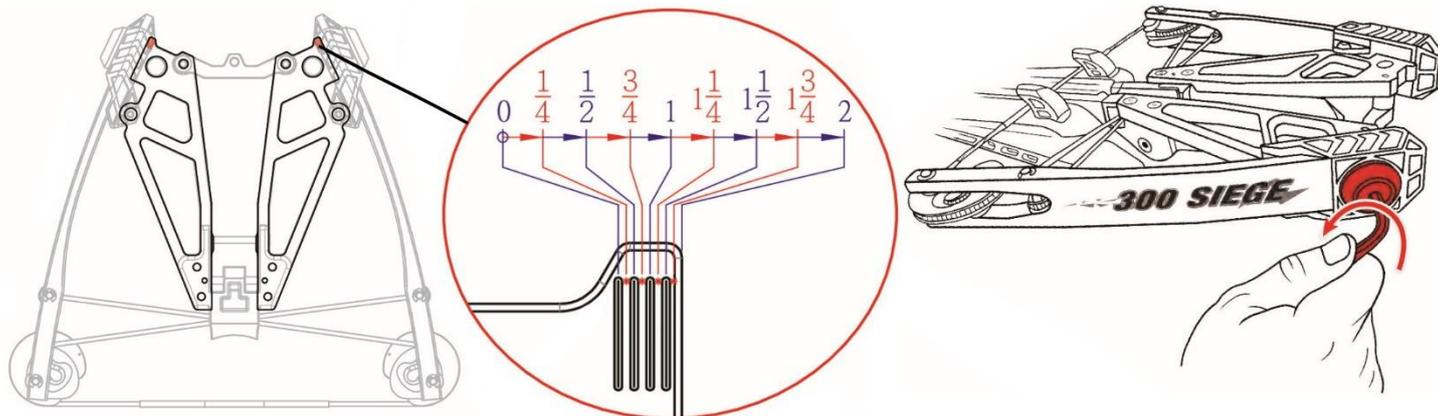

Рис.15
Регулировка усилия натяжения осуществляется с помощью раскручивания специальных болтов, которые крепят плечи к колодке (Рис.15). Используйте шестигранник в комплекте. Соблюдайте следующие правила для корректной регулировки:
5. На колодке плеч есть специальные риски, отмечающие количество сделанных оборотов (рис.15).